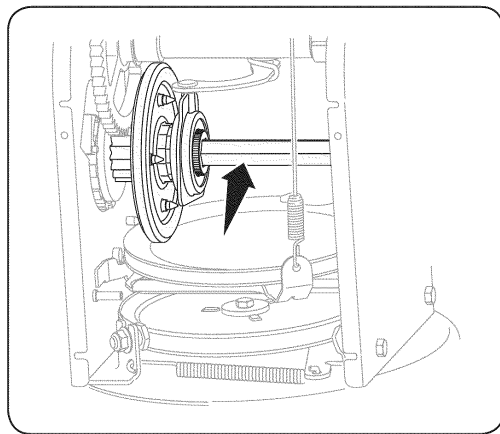

Рис. 21
4. Нанесите тонкий слой моторного масла (или масло 3 в 1) на шестигранный вал. (См. Рис. 21).